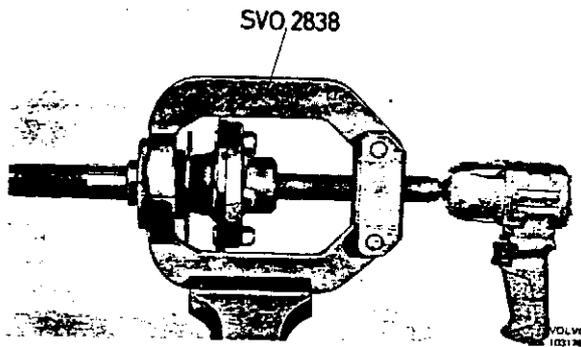
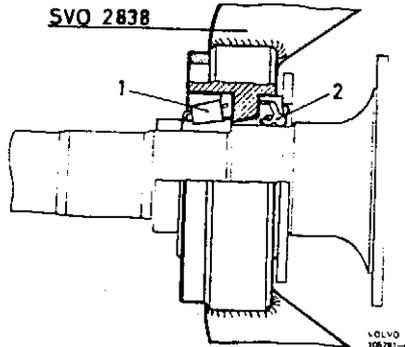

Abb. 30. Ausbau des Hinterachswellenlagers
Abb. 31. Zugriff der Fangarme
4. Preßwerkzeug SVO 2838 in einen Schraubstock einspannen. Hinterachswelle an der Spannplatte des Werkzeugs festschrauben. Werkzeugschraubstock so weit eindrehen, daß die Fangarme des Werkzeugs um das Hinterachswellenlager greifen (Abb. 30). **Zur Beachtung!** Der Dichtring darf nicht zwischen Werkzeug und Hinterachswellenlager zu liegen kommen (siehe Abb. 31). Unter Drehung der Spindel Lager und Sicherungsring von der Welle abpressen. Dichtring entfernen.